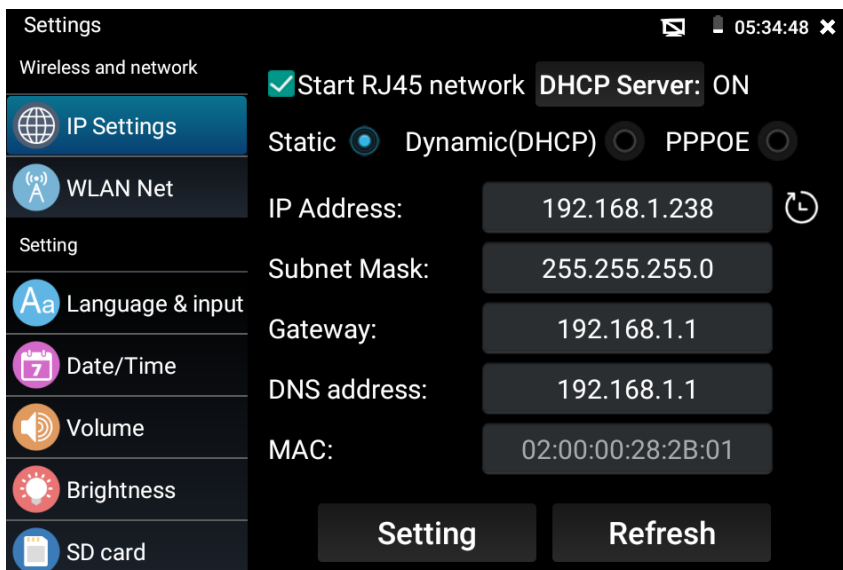

Рис. 13 Настройки подсети тестера
2. Второй способ предполагает изменение параметров подсети тестера вручную. Для этого необходимо знать точный IP-адрес видеокamеры. Обычно он расположен на наклейке самой видеокamеры или на коробке из-под нее. Зная IP адрес, можно изменить параметры подсети тестера в меню «My Apps» – «Settings» – «IP Settings» (рис. 13)